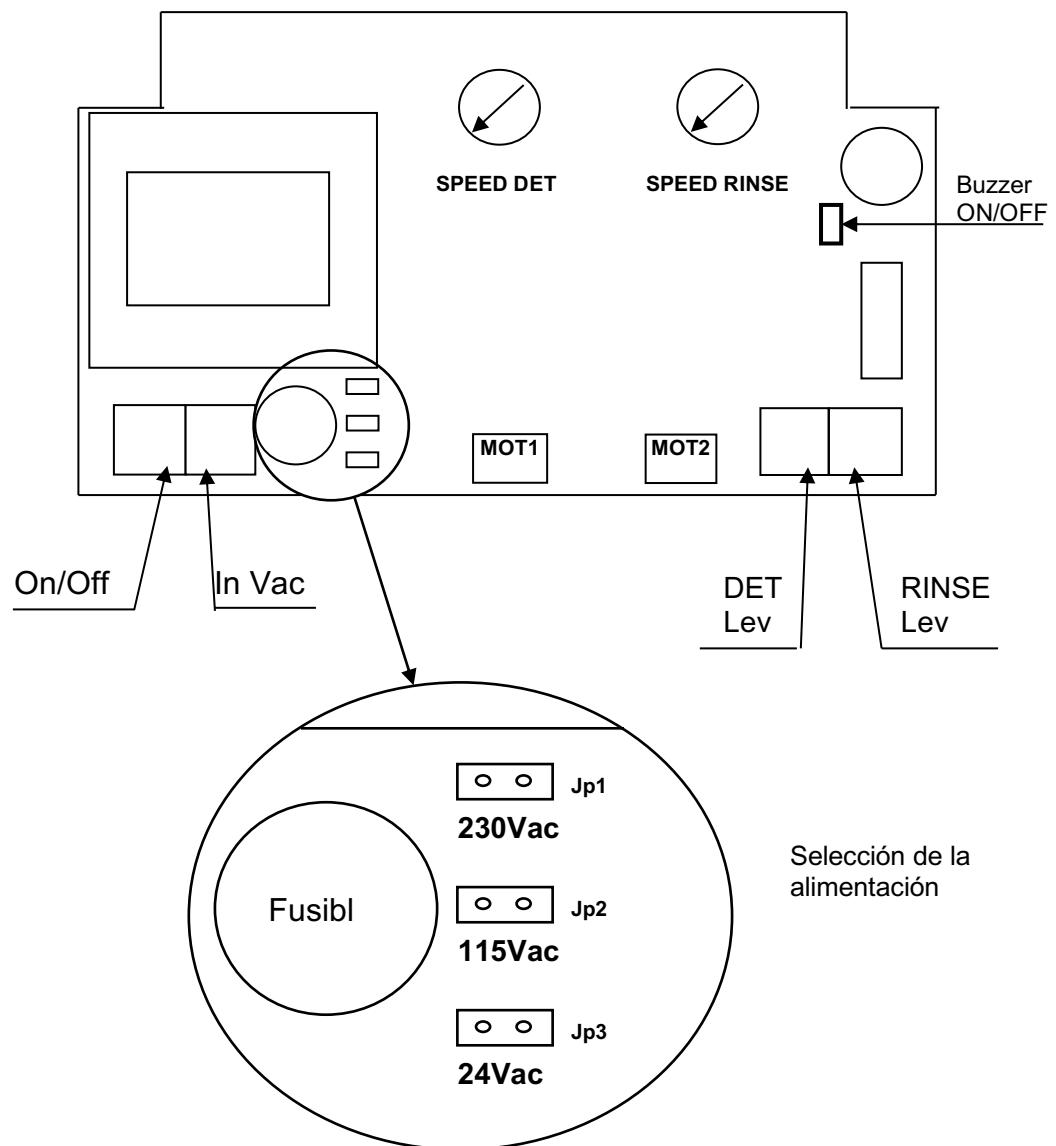

Figura 6
- Conectar la sonda de nivel del detergente al borne **DET Lev** y la sonda de nivel del abrillantador al borne **RINSE Lev** (ver Figura 6)